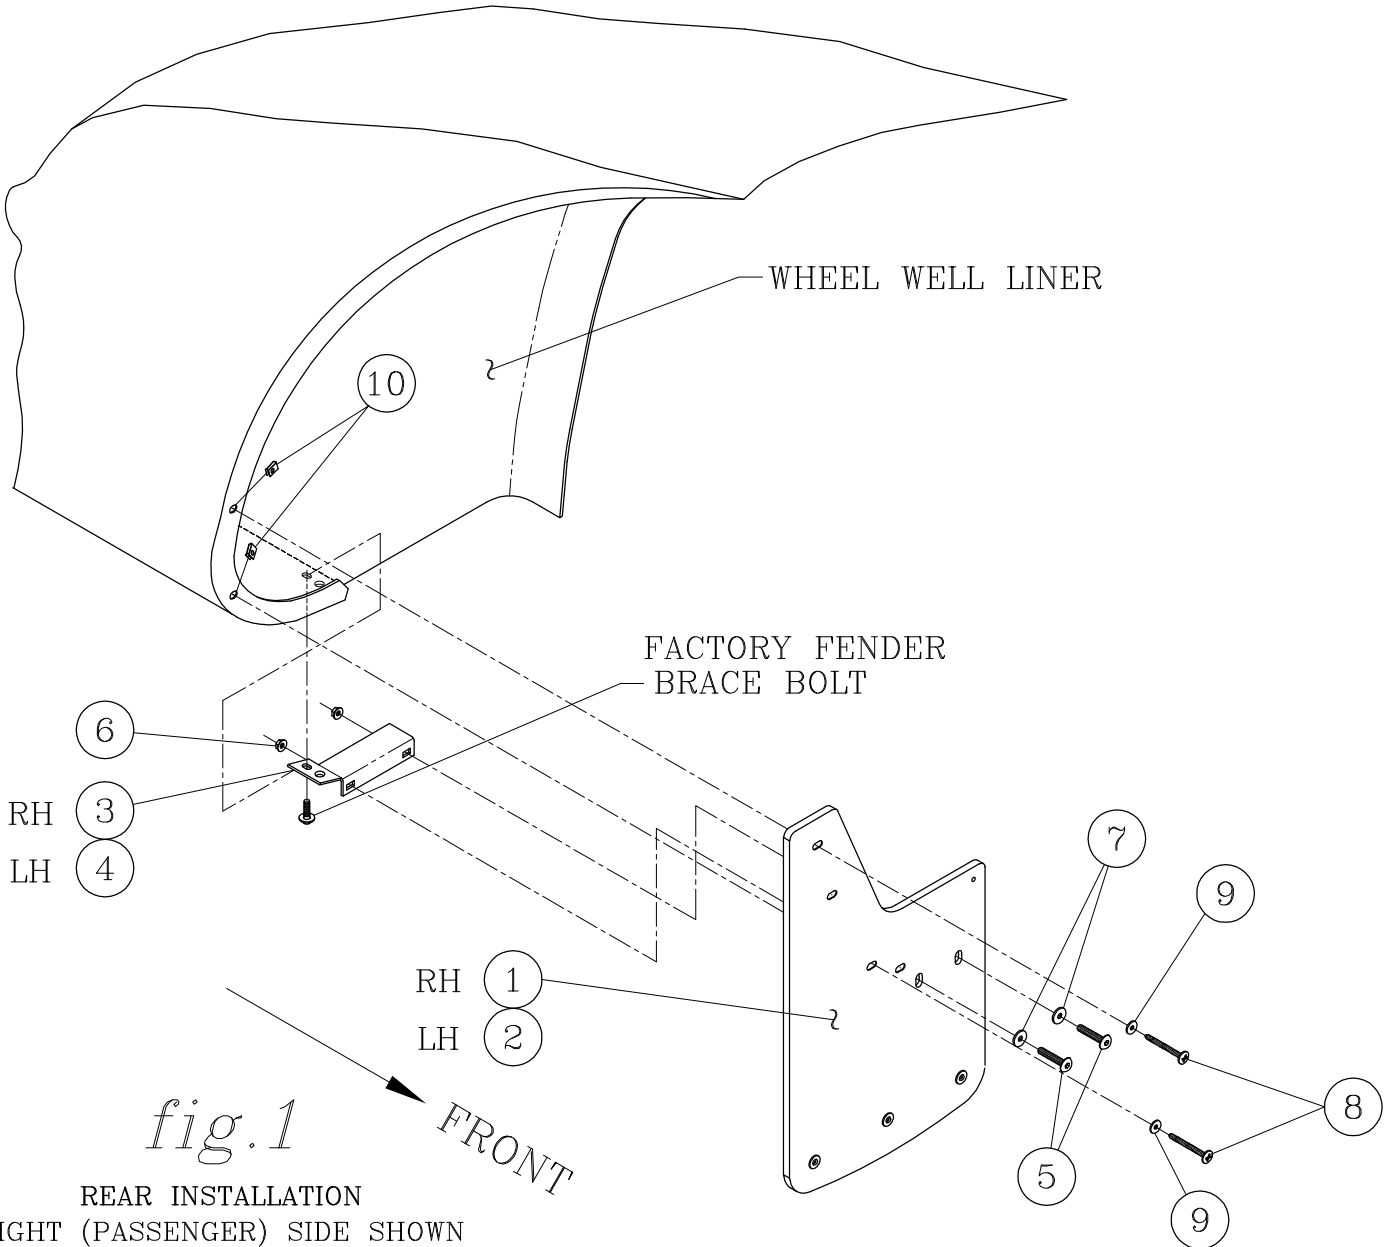

fig.1
- 2.4. REMOVE THE HEX HEAD FACTORY FENDER BRACE BOLT FROM THE BOTTOM OF THE BOX ROCKER PANEL AS SHOWN IN FIG 1. (THIS FASTENER IS REUSED).